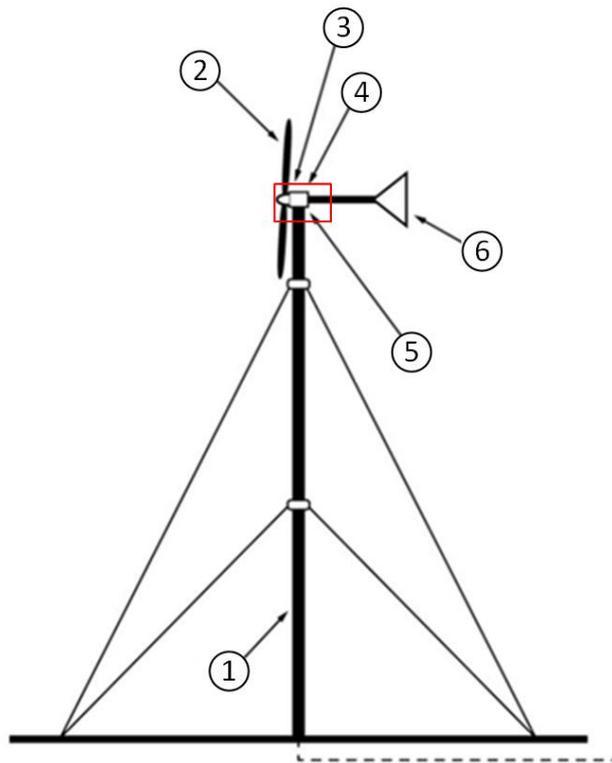

Figure 2: Composants d'un système éolien autonome. Source : Systèmes éoliens autonomes, Ressources naturelles Canada.
Nous décrivons ici le produit que nous visons à développer et les parties spécifiques pour lesquelles nous sollicitons votre aide, compte tenu de votre expérience en matière de conception de systèmes mécaniques. **La figure 2** montre les composants de base d'une éolienne autonome telle que nous avons l'intention de la développer. Nous avons volontairement gardé la conception aussi simple que possible pour vous donner la liberté de proposer toutes les modifications que vous jugerez pertinents. Les principaux composants sont : un mât (ou tour) de montage (1), un rotor composé de pales avec des surfaces aérodynamiques (2), un système d'adaptation de la vitesse (3) qui adapte la vitesse du rotor à celle du générateur/alternateur (4), une enceinte ou nacelle (5), et un gouvernail (6). Nous envisageons une hauteur de tour pour l'éolienne comprise entre 24 et 37 m. Nous avons de l'expérience dans le développement d'éoliennes similaires d'une puissance inférieure à 10 kW qui ne nécessitent pas de système d'adaptation de la vitesse. Nous sommes intéressés par le développement d'une éolienne à axe